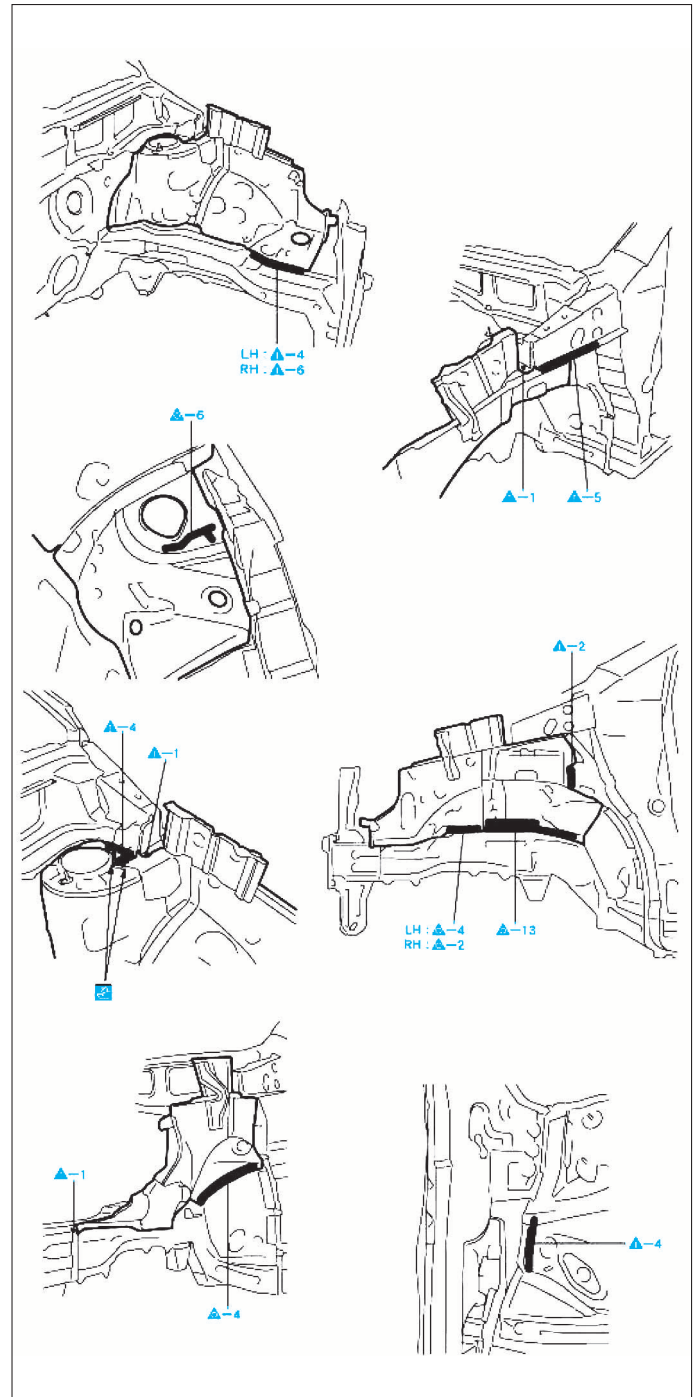

FIG. 11
- Dépointer aux endroits indiqués (Fig.11).